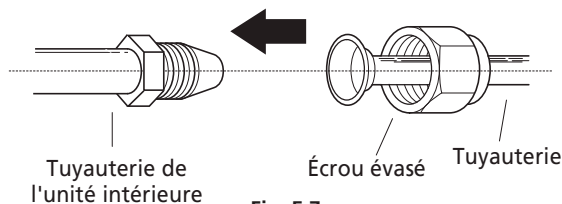

Fig. 5.7
1. Alignez le centre des deux conduites que vous allez raccorder. Voir **Fig. 5.7**.